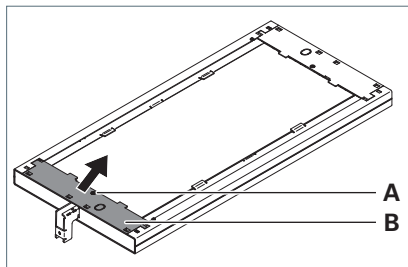

Fig. 1: Rimuovere la copertura.
- ▶ Svitare la vite **A** dalla copertura **B**, vedi Fig. 1.